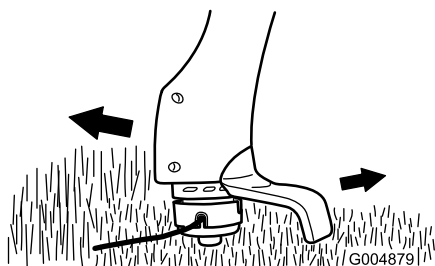

Figura 5
- Mueva la desbrozadora lentamente, introduciéndola y retirándola de la zona a cortar (Figura 5).